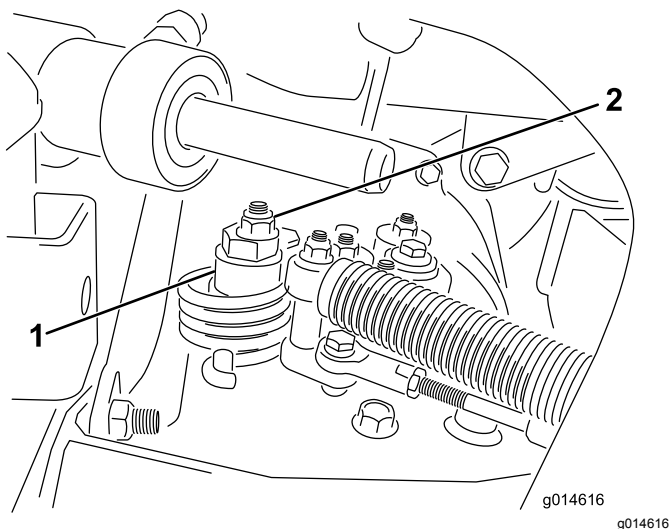

Figura 47
- A. Liberte a porca que fixa o disco excêntrico ao cimo do hidróstato (Figura 47).
- C. Rode o disco excêntrico até eliminar a deslocação em qualquer um dos sentidos. Quando a roda deixar de rodar, aperte a porca, bloqueando deste modo o disco excêntrico e fixando a posição de ajuste (Figura 47). Verifique se o ajuste é o